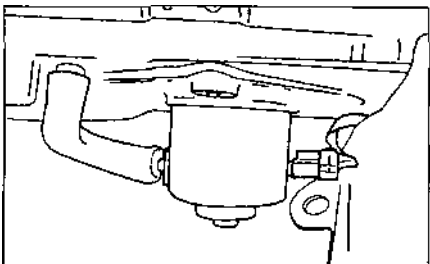

Рис. 9.18.
- Снять шланг вентилятора (рис. 9.18).